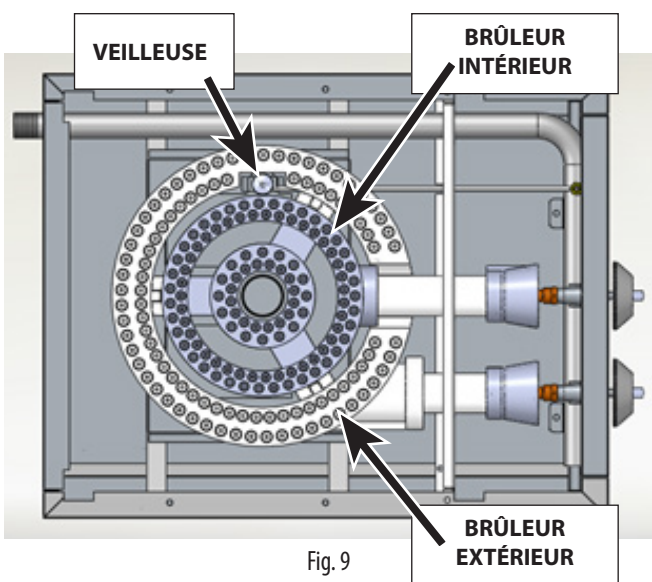
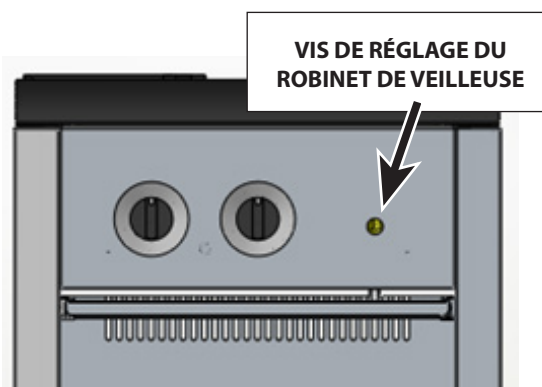

Fig. 9
Fig. 10
3. Tenir une source d'inflammation (une allumette allumée, par ex.) au niveau de la veilleuse (Fig. 9). Une fois la flamme établie, retirer la source d'inflammation. S'il y a lieu, régler la hauteur de la flamme de veilleuse en tournant la vis du robinet de veilleuse (Fig. 10).
Le brûleur est en deux parties, commandées par deux robustes vannes de réglage en continu : la partie « étoile » au centre (Fig. 9) est sur un brûleur séparé, d'une puissance de 40 000 BTU/h, commandé par le bouton de réglage droit; l'anneau extérieur (Fig. 9) est l'autre brûleur d'une puissance de 40 000 BTU/h, commandé par le bouton de réglage gauche.